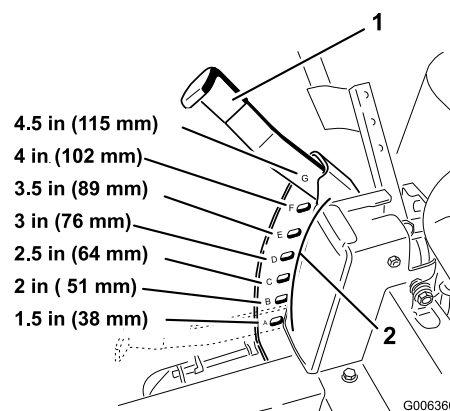

Figura 14
1. Alzate la leva dell'altezza di taglio in posizione di trasferimento, posizione dell'altezza di taglio **G** (anche 4-1/2 poll. [115 mm]) (Figura 14).